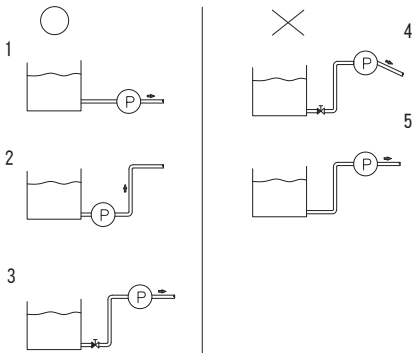

Fig.3
- 2.4 吸入管路及泵室必須避免空氣堵塞，當泵浦入口高於水源時必須於吸入管前端裝設止水閥。如下圖例 Fig.3。